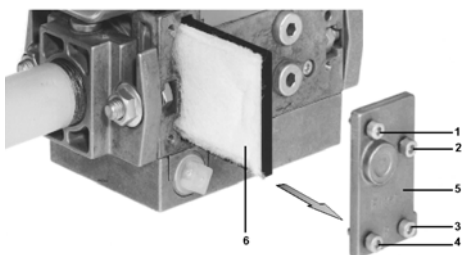

Fig. 18
- 2 Îndepărtați suruburile 1 ÷ 4 utilizând o cheie Allen n. 3 (imbus) și îndepărtați capacul filtrului 5 ca în Fig. 18.